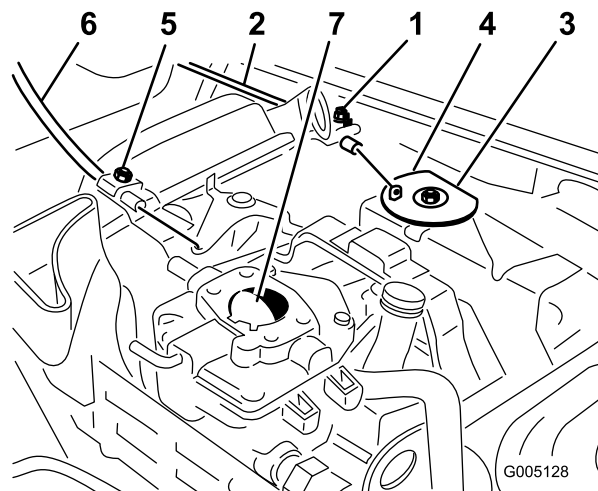

Figura 49
- Allentate la vite del serrafilo per cavi che fissa il cavo al motore (Figura 49).
- Tirate con forza il cavo dell'acceleratore finché il retro della parte girevole non tocca il fermo (Figura 49).
- Tirate con forza il cavo dello starter finché la farfalla dello starter non è completamente chiusa, quindi serrate la vite del serrafilo (Figura 49).